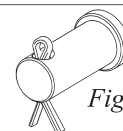

Fig. 16.1.b
7. För ner med adapterröret och montera det till nedre lagringens kardanring. Skruva fast bussningarna enl. fig. 16.1.c. Drag åt skruvarna ① ordentligt. Drag åt låsskruvarna ②. Använd låsvätska.
8. Justera profilen så att markeringen (se sid 26) ligger i nivå med adaptern vid A. Drag åt profilskruvarna ③ hårt